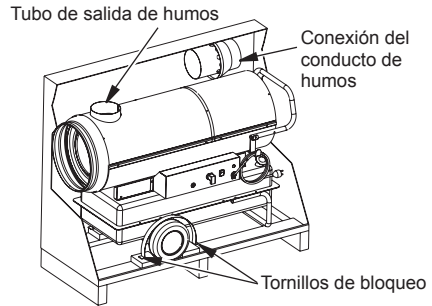

Figura 1. Extracción del modelo 160-IF de la caja
- Retire la conexión del conducto de humos de la caja (consulte la figura 1).
- Destornille los tornillos de bloqueo de las correas que sujetan las ruedas (consulte la figura 1).